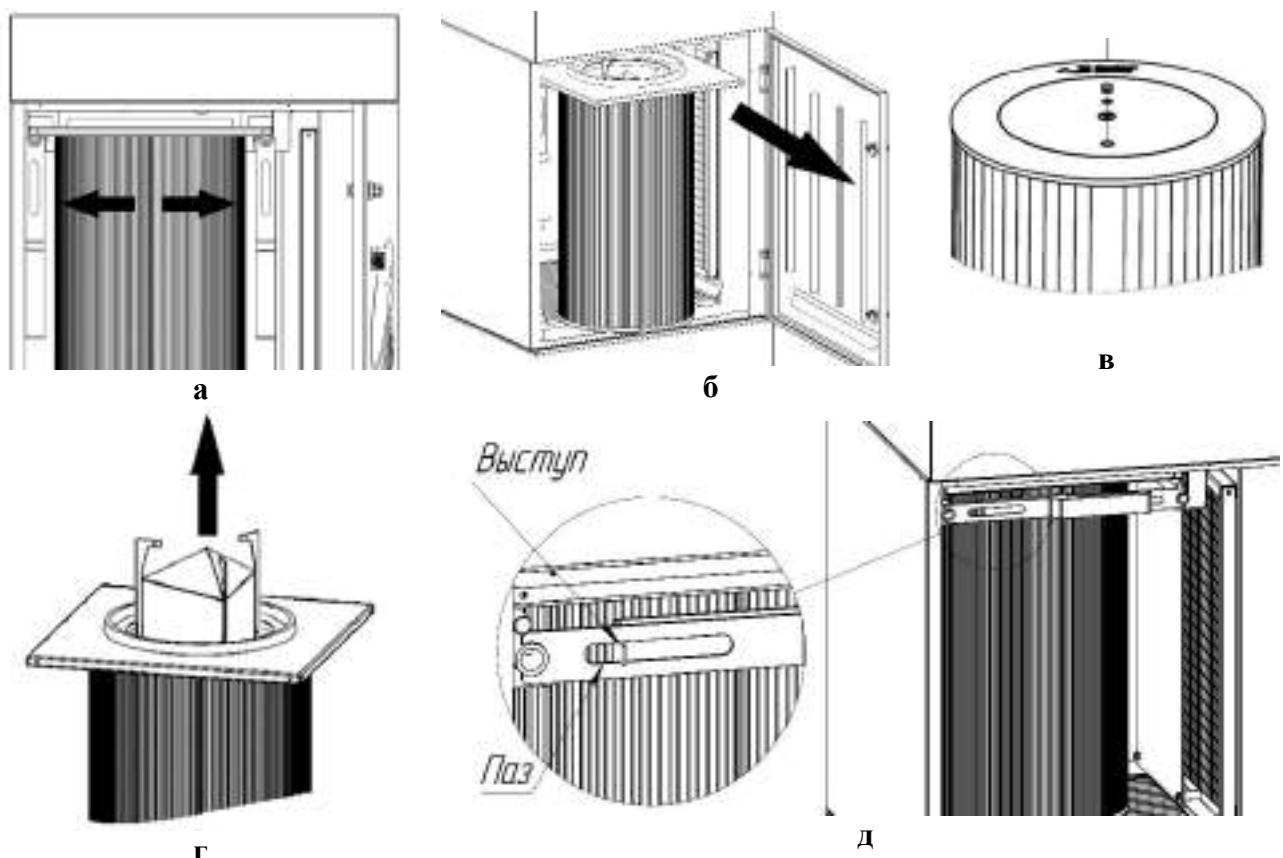

Рисунок 9
- 1) разжать защёлки и открыть дверцу в нижней части фильтра (рисунок 9а);
- 2) извлечь пылесборник (рисунок 9б);
2) перевести рычаги в положение «открыто» (рисунок 9а).